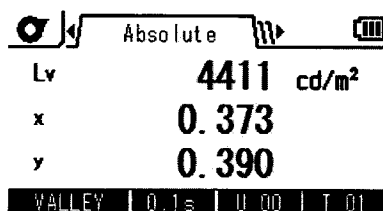

Рисунок 14
На экране меню нажать кнопку «ESCAPE». Откроется экран измерений (рисунок 14).
8.4.1.3 Для моделей LS-150, LS-160, CS-150, CS-160. Направить прибор на источник яркости, настроить резкость, поворачивая кольцо на объективе. На экране меню нажать кнопку «ESCAPE». Откроется экран измерений (рисунок 14). Нажать кнопку запуска измерений. Значение  $L_v$ ,  $\text{кд/м}^2$ , отображается и на экране прибора.